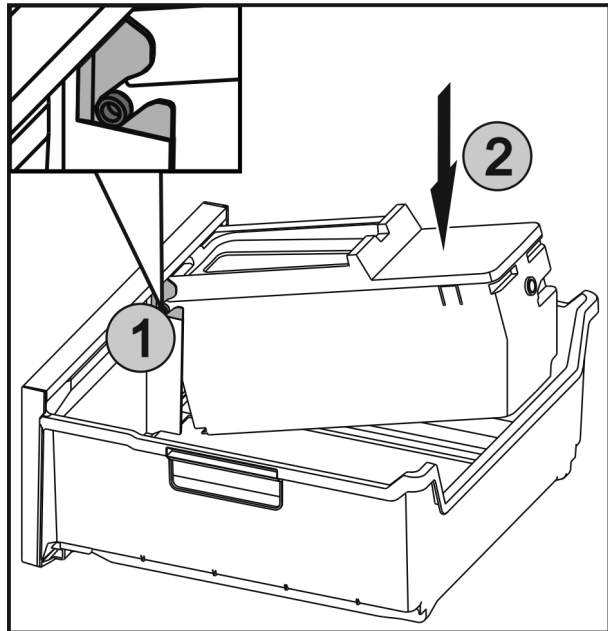

Fig. 45
- ▶ De assen Fig. 45 (1) van EasyTwist-Ice in de geleidingen schuiven en de achterste zijde Fig. 45 (2) erin drukken tot de lip vergrendelt.